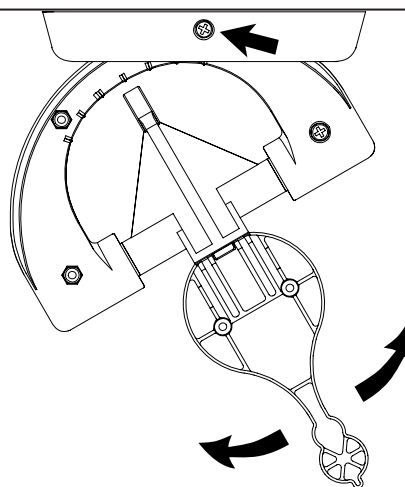

Figura 12
4. Fije la unidad del soporte de aspas al ángulo deseado (10° aumenta hasta 30° como máximo – aspas ovaladas y anchas; 45° como máximo - aspas ovaladas y angostas) ajustando el montaje de la base atornillado en el lado de la base. Figura 12